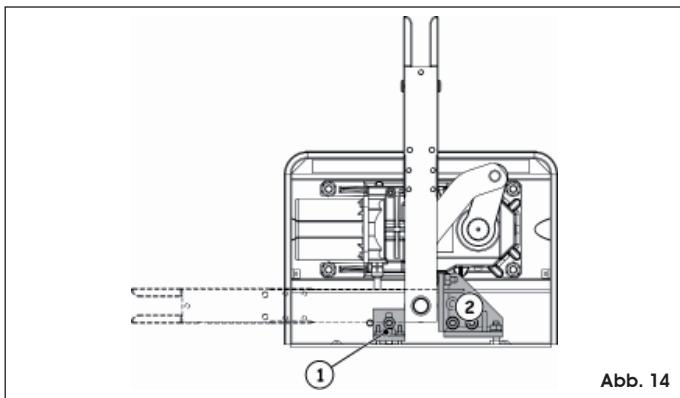

Abb. 14
Bei den Systemen mit Öffnung auf 110° und auf 140° können im Inneren des tragenden Gehäuses die mechanischen Anschlüsse (Optional) für den Öffnungs (Fig. 14 rif.①)- und für den Schließvorgang (Fig. 14 rif.②) angebracht werden. Hinsichtlich der Befestigung ist auf die entsprechenden Anleitungen Bezug zu nehmen (Abb.14).